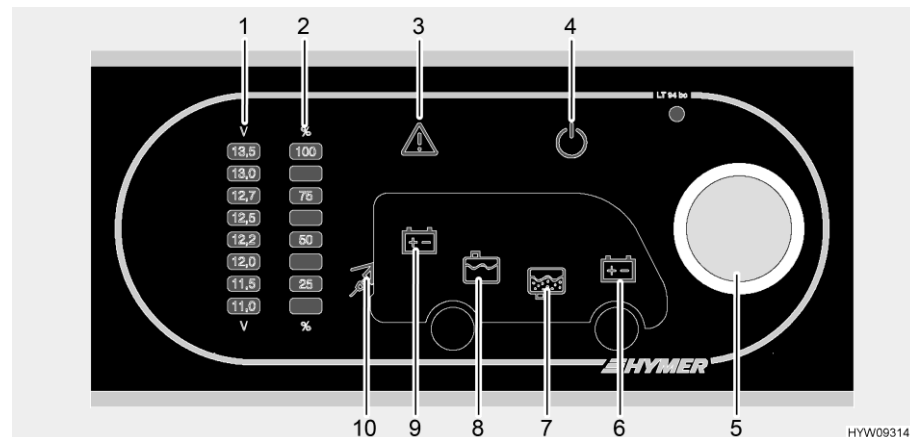

Fig. 105 Pannello di controllo (LT 94)
Il pulsante a rotazione (Fig. 105,5) inserisce o disinserisce il pannello di controllo e l'alimentazione a 12 V dell'abitacolo.
- Premere il pulsante a rotazione (Fig. 105,5): L'alimentazione a 12 V dell'abitacolo è inserita. La spia di controllo a 12 V (Fig. 105,4) diventa verde.
- Premere il pulsante a rotazione (Fig. 105,5): L'alimentazione a 12 V dell'abitacolo è disinserita. La spia di controllo a 12 V (Fig. 105,4) si spegne.
Mediante il pulsante a rotazione (Fig. 105,5) si possono interrogare sia la tensione della batteria dell'abitacolo che la tensione della batteria di avviamento. La tensione viene visualizzata sulla scala indicatore per la tensione della batteria (Fig. 105,1).
- Ruotare il pulsante a rotazione (Fig. 105,5), finché si accende il simbolo della batteria della quale deve essere interrogata la tensione.
Viene indicata la tensione della batteria dell'abitacolo (Fig. 105,9)
Viene indicata la tensione della batteria di avviamento (Fig. 105,6)
- Leggere la tensione sulla scala indicatore della tensione della batteria (Fig. 105,1).
Mediante il pulsante a rotazione (Fig. 105,5) si possono interrogare sia il livello del serbatoio dell'acqua che il livello del serbatoio delle acque grigie. Il livello viene visualizzato sulla scala indicatore livello dei serbatoi (Fig. 105,2).
- Ruotare il pulsante a rotazione (Fig. 105,5), finché si accende il simbolo del serbatoio del quale deve essere interrogato il livello.
Viene indicato il livello del serbatoio dell'acqua (Fig. 105,8)
Viene indicato il livello del serbatoio delle acque grigie (Fig. 105,7)
- Leggere il livello sulla scala indicatore del livello serbatoio (Fig. 105,2).
La spia luminosa Alarm (Fig. 105,3) lampeggia non appena i valori limite fissati vengono superati per eccesso o per difetto.
La spia luminosa Alarm (Fig. 105,3) lampeggia non appena la tensione della batteria scende al di sotto di 11 V. Se l'alimentazione a 12 V è accesa, si accende anche il relativo simbolo della batteria (Fig. 105,6 o 9), e l'indicatore "11,0" sulla scala indicatore della tensione della batteria (Fig. 105,1) lampeggia. Rischio di uno scaricamento totale della batteria.
La spia luminosa Alarm (Fig. 105,3) lampeggia ed il relativo simbolo del serbatoio (Fig. 105,7 o 8) si accende non appena il serbatoio dell'acqua è vuoto o il serbatoio delle acque grigie è pieno.
La spia di controllo a 230 V (Fig. 105,10) si accende quando all'ingresso della centralina elettrica è presente una tensione di rete.